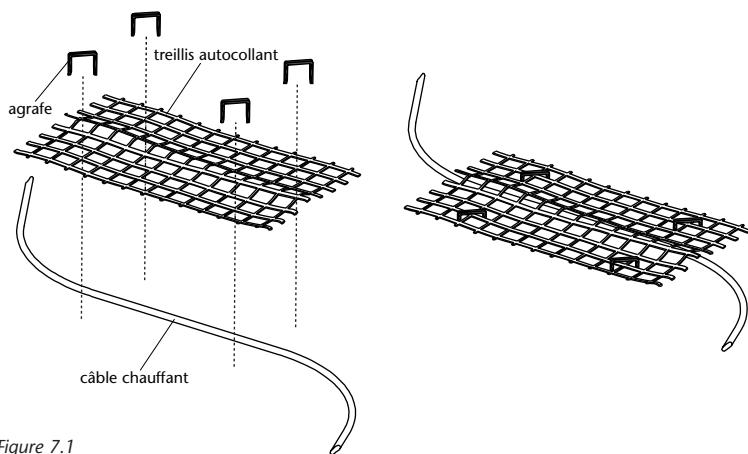

Figure 7.1
- Conserver les bandes de treillis récupérées lors des coupes et les utiliser si nécessaire sur le câble chauffant préalablement détaché du treillis et étendu manuellement (figure 7.1);